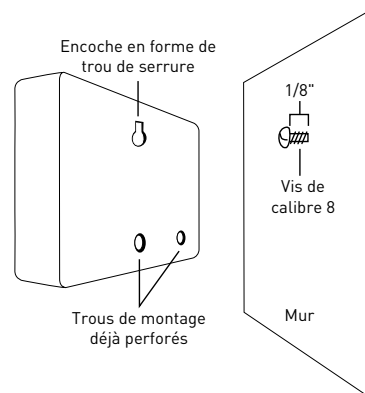

Figure 2 : Accrochez la minuterie au mur en insérant la vis dans l'encoche en forme de trou de serrure.
- Glissez la minuterie sur la vis qui dépasse (dans l'encoche en forme de trou de serrure au dos de la minuterie). *Consultez la figure 2.*
- Vissez une vis de calibre 8 dans un des deux trous déjà perforés situés dans la partie inférieure du dos du boîtier. *Consultez la figure 2.*